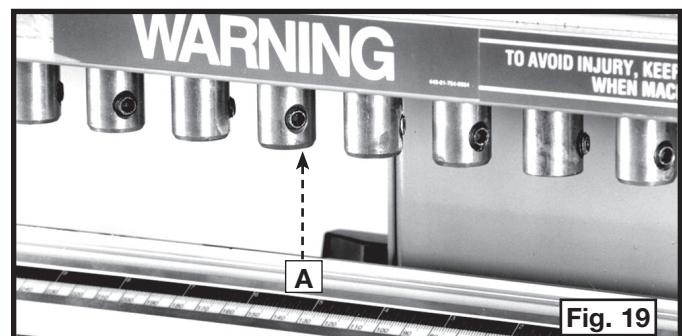

Fig. 19
1. Vissez légèrement les treize vis de pression fournies de 5/16-24 x 6,35 mm (1/4 po) avec l'outil (A), fig. 19, dans chaque broche.